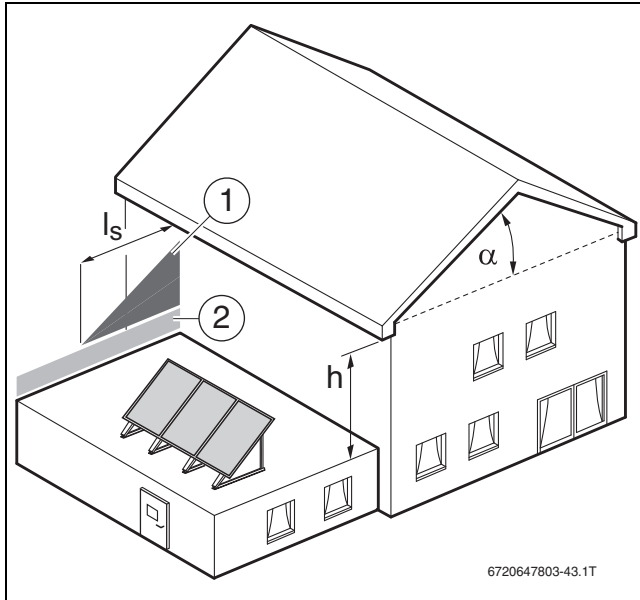

Рис. 12 Монтаж под уступом
- Учитывайте уступы крыши (→ рис. 12).
Учитывайте уступы крыши, так как снег, сползающий с крыши с наклоном $\alpha > 15^\circ$, создаёт дополнительную нагрузку. Длина сползшего снега зависит от высоты крыши (\rightarrow рис. 12): $l_s = 2 \times h$